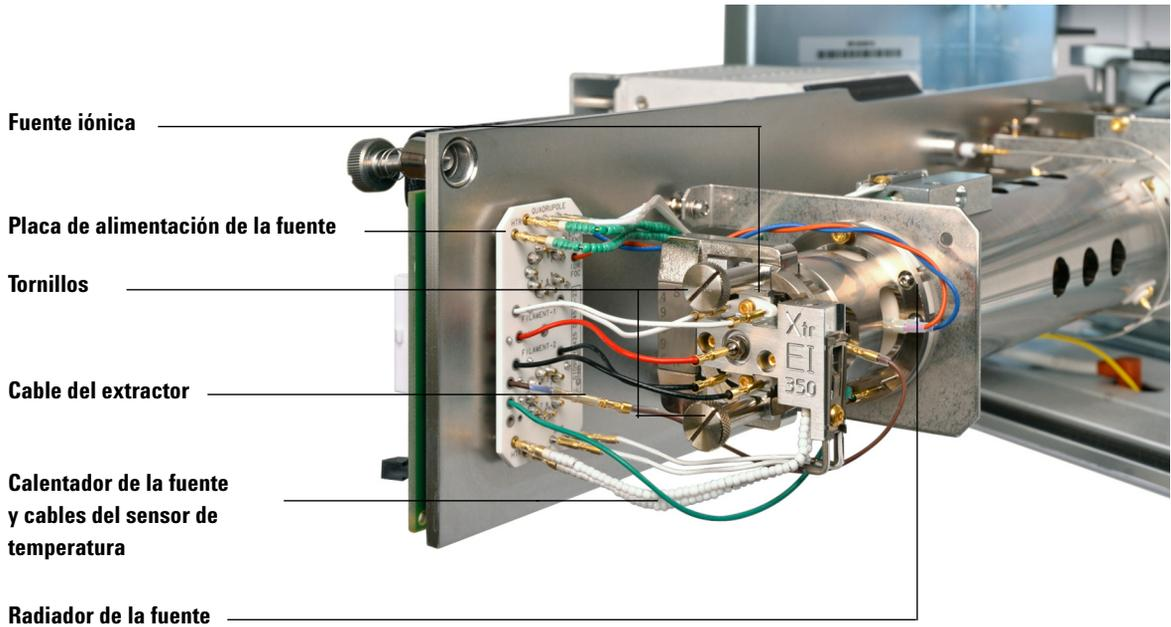

Figura 14 Retirar la fuente de iones EI
- 3 Si utiliza una fuente EI estándar, desconecte los siete cables de la fuente iónica. No doble los cables más de lo necesario (Figura 14 en la página 132 y Tabla 22).
- 4 Si utiliza una fuente de iones EI extractora, desconecte los ochos cables de la fuente iónica. No doble los cables más de lo necesario (Figura 14 en la página 132 y Tabla 23).